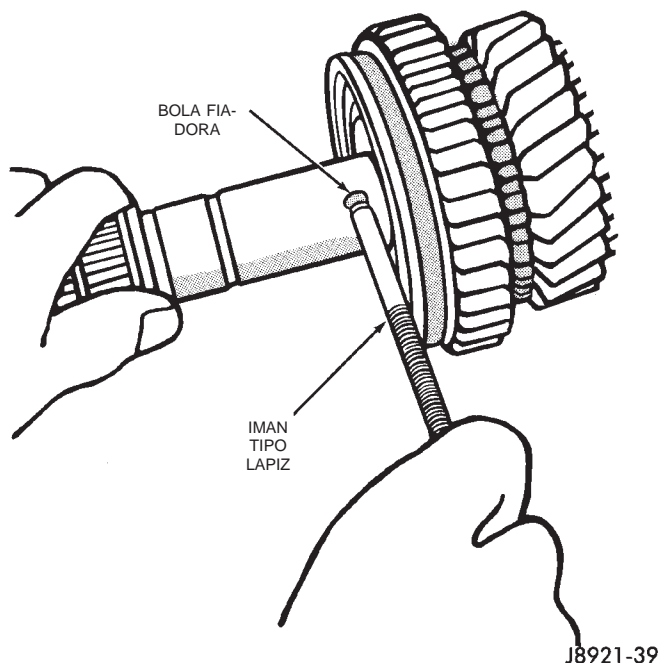
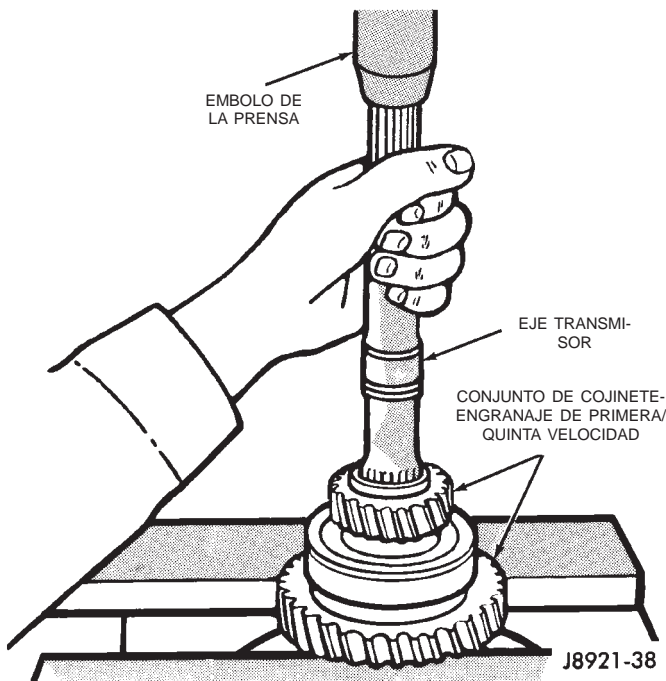
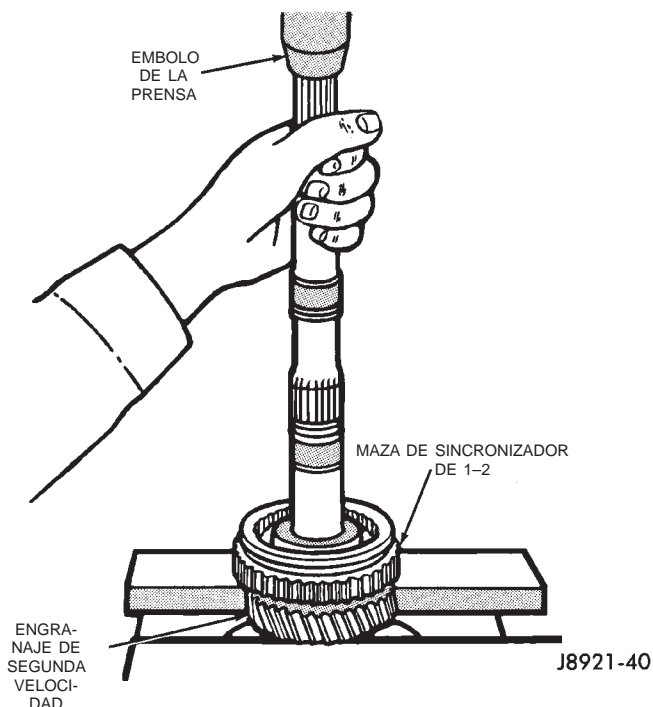
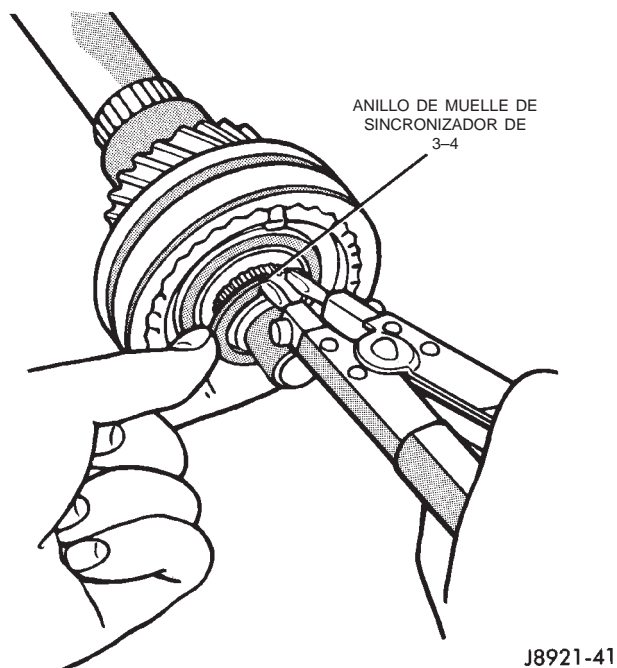

Fig. 104 Desmontaje de bola fiadora de pista de rodamiento interior de cojinete de engranaje de primera velocidad
Fig. 103 Desmontaje de engranaje de quinta velocidad, cojinete de engranaje de primera velocidad y pista de rodamiento
Fig. 105 Desmontaje de engranaje de segunda velocidad, engranaje de marcha atrás y el sincronizador de 1-2
Fig. 106 Desmontaje de anillo de muelle de sincronizador de 3-4
- (4) Utilizando el hendedor de cojinetes P-334 o unas placas de prensa adecuadas emplazadas debajo del engranaje de primera velocidad, preñe el engranaje de quinta velocidad, el cojinete trasero, el engranaje de primera velocidad y la pista de rodamiento interior del cojinete del engranaje de primera velocidad, sacándolos del eje transmisor (Fig. 103).
- (5) Retire el cojinete de rodillos de agujas del engranaje de primera velocidad del eje transmisor.
- (6) Retire la bola fiadora de la pista de rodamiento interior del cojinete del engranaje de primera velocidad, empleando un imán tipo lápiz (Fig. 104).
- (7) Retire el anillo sincronizador del engranaje de primera velocidad.
- (8) Utilizando el hendedor de cojinetes P-334 o unas placas de prensa adecuadas emplazadas debajo del engranaje de segunda velocidad, preñe el sincronizador de 1-2, el engranaje de marcha atrás, y el engranaje de segunda velocidad del eje transmisor (Fig. 105).
- (9) Retire el cojinete de rodillos de agujas del engranaje de segunda velocidad del eje transmisor o el engranaje de segunda velocidad.
- (10) Retire el anillo de muelle de ajuste selectivo que fija el sincronizador de 3-4 en el eje transmisor (Fig. 106).